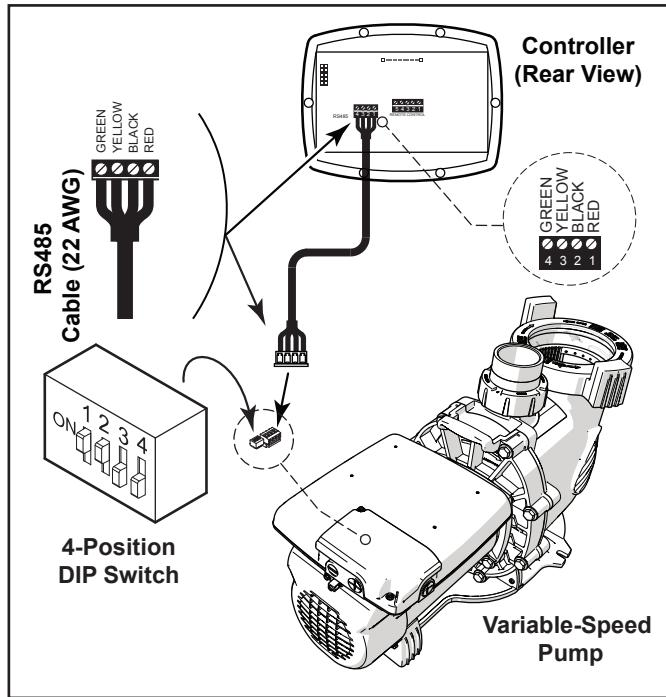

Figura 6. Cableado del Controlador JEP-R VSP
4. Inserte los cuatro (4) cables del cable RS-485 al conector RS-485. Haga coincidir los colores de los cables con las posiciones del conector. Véase "Figura 6. Cableado del Controlador JEP-R VSP"
6. los interruptores DIP 1 y 2 debe establecerse en la posición "ON" (encendido) y los interruptores 3 y 4 debe establecerse en la posición "OFF"(apagado). Véase "Figura 6. Cableado del Controlador JEP-R VSP"
7. Conecte el otro extremo del cable al controlador. Haga coincidir los colores de los alambres con las posiciones del conector apropiado Véase "Figura 6. Cableado del Controlador JEP-R VSP"